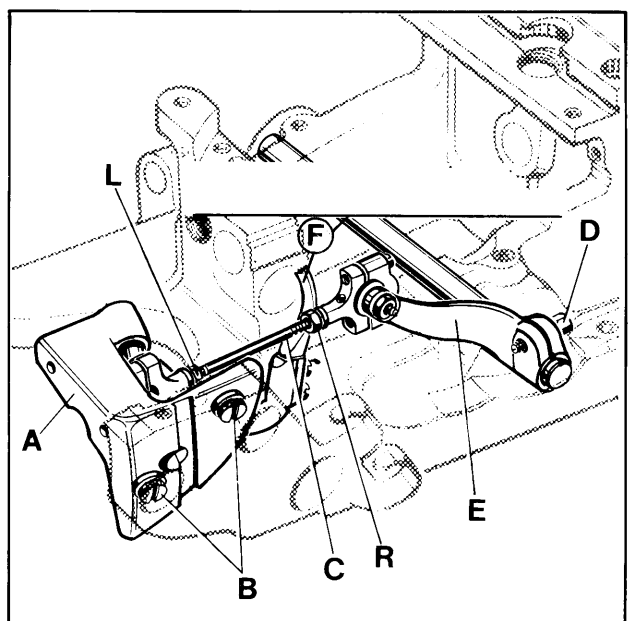

Fig. 12
**HINT:** In case the adjusting possibility of the spreader by means of the two offset flats on the spreader shank is not sufficient, additionally the complete bearing (A, Fig. 12) can be moved slightly up or down when loosening screws (B). Retighten both screws.
If an adjustment is necessary, loosen nuts (L and R, Fig. 12) and turn connecting rod (C) forward or backward as required to obtain the required position.
**NOTE:** The left nut (L) has a left hand thread, Temporarily snug the two nuts (L and R) manually.
**DATO:** En el caso de que el ajuste del spreader con las dos superficies en el cuello no sea suficiente, se recomienda mover el rodamiento del looper (A, Fig. 12) ligeramente hacia arriba o hacia abajo, cuando se suelten los tornillos (B). Apriete los tornillos.
De ser necesario un ajuste, afloje las tuercas (L y R, Fig. 12) y gire la varilla de conexión (C) hacia adelante o hacia atrás, como sea requerido, hasta obtener la posición adecuada.
**NOTA:** La tuerca izquierda (L) enrosca a la izquierda. Temporalmente ajuste las dos tuercas (L y R) manualmente.
If required loosen clamp screw (D, Fig. 12) in the drive lever (E) and set the lever so that the upper spreader (F) clears at all points. Retighten clamp screw (D).
After this setting recheck the position of the upper spreader to the needle, as described above. Reset with connecting rod (C, Fig. 12) if required and tighten nuts (L and R).
**HINT:** In case the adjusting possibility of the upper looper as described is not sufficient, additionally the bearing (A, Fig. 12) can be moved slightly up or down when loosening the two screws (B). Retighten screws.
Si es necesario, afloje el tornillo de sujeción (D, Fig. 12) en la palanca (E) y ajústela de manera tal que el spreader superior (F) no toque ninguna otra pieza. Apriete el tornillo de sujeción (D).
Después de realizar este ajuste, verifique la posición del spreader superior con la aguja, tal y como se describe en el párrafo anterior. Reajuste con la barra de conexión (C, Fig. 12) de ser necesario y apriete de nuevo las tuercas (L y R).
**DATO:** En el caso de que el ajuste descrito del looper superior no sea suficiente, se recomienda mover el rodamiento del looper (A, Fig. 12) ligeramente hacia arriba o hacia abajo, después de haber soltado los tornillos (B). Apriete los tornillos.
In the extreme left upper end position of upper looper (A, Fig. 11 B), the distance between the left edge of looper eye and the center of needle (N) should be 6 mm (15/64 in.) If an adjustment is necessary, loosen nuts (L and R, Fig. 12) and turn connecting rod (C) forward or backward as required to obtain the required position.
**NOTE:** The left nut (L) has a left hand thread. Temporarily snug the two nuts (L and R) manually.
If required loosen clamp screw (D, Fig. 12) in the drive lever (E) and set the lever so that the upper looper (F) clears at all points. Retighten clamp screw (D).
After this setting recheck the position of the spreader to the needle, as described above. Reset with connecting rod (C, Fig. 12) if required and tighten nuts (L and R).
Si un ajuste es necesario, suelte las tuercas (L y R, Fig. 12) y gire la varilla de conexión (C) hacia adelante o hacia atrás, como sea necesario, hasta obtener la posición requerida.
**NOTA:** La tuerca izquierda (L) enrosca a la izquierda. Temporalmente acomode las dos tuercas (L y R) manualmente.
De ser necesario, suelte el tornillo de sujeción (D, Fig. 12) en la palanca de movimiento (E) y ajústela de manera tal que el looper superior (F) no toque ninguna otra pieza. Reajuste el tornillo de sujeción (D).